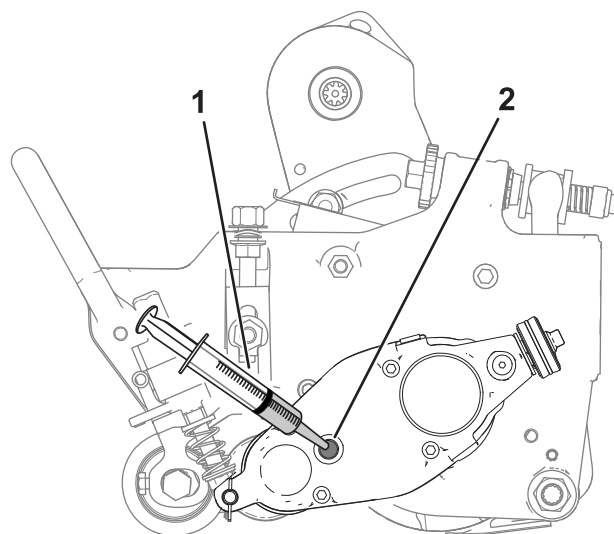

図 24
6. カuttingユニットをゆっくりと前後にゆすって、ハウジングに残っているオイルを完全に抜く。オイルが完全に抜けたら、図 24のようにカuttingユニットを、平らな場所に置く。
8. シリンジ P/N 137-0872 を使って 80-90W オイルを 50 cc 入れる 図 24。